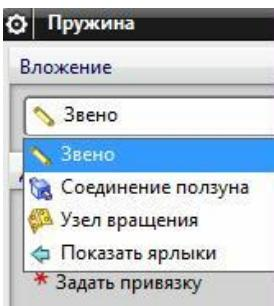

рис.9
- Но оказывается, *Пружину* можно вставить в уже существующий *вращательный шарнир* или внутрь некоторого *ползуна* (рис.9). Таким образом, мы можем смоделировать подпружененный *шарнир*, или *ползун*.